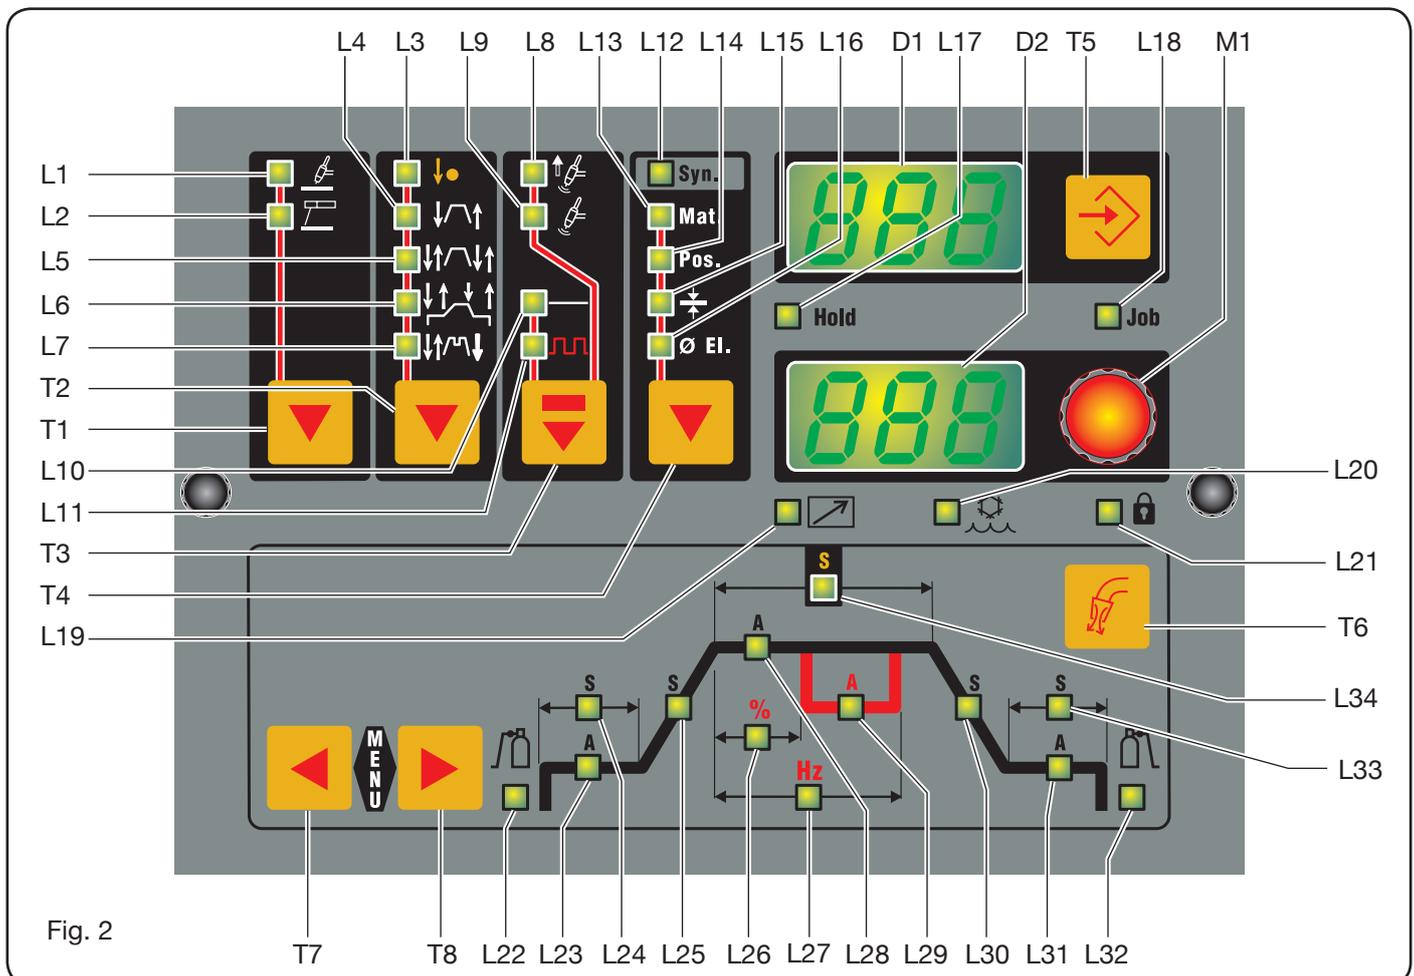

Fig. 2
3.3 DESCRIÇÃO DO PAINEL DE COMANDOS (Fig.2).